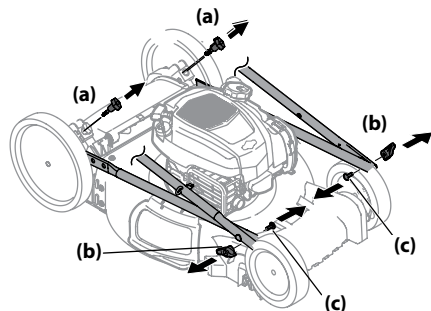

Figure 2-1
2. Retirez les boulons à tête en T (a) des supports du guidon, comme la Figure 2-1.
3. Enlevez les écrous à oreilles (a) et les boulons ordinaires (b) du guidon, comme à la Figure 2-1. Ne desserrez pas ou n'enlevez pas les vis à tête hex. adjacentes.